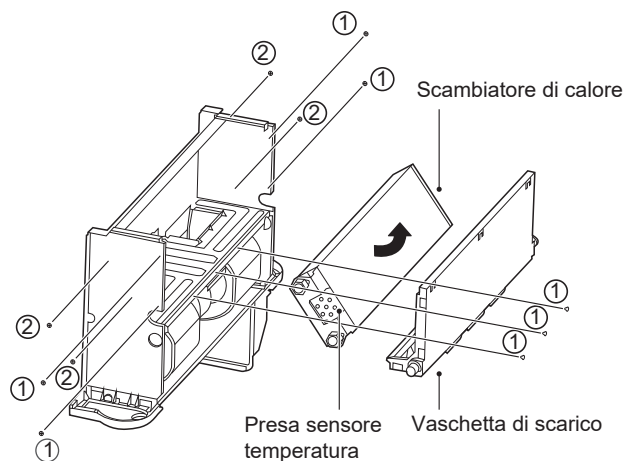

Figura 5-18
- Rimuovere le viti come illustrato in Figura 5-18 ①*7 estrarre la vaschetta di scarico.
Ruotare la batteria nella direzione indicata in Figura 5-18.